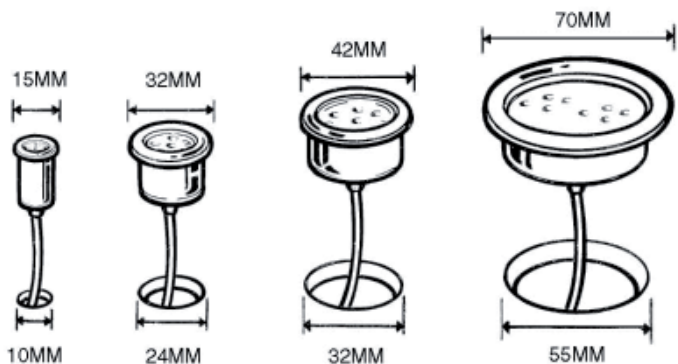

Fig. 2
3. Når du har testet ut plassering skal monteringshullene borres med $\text{\O} 24 \text{ mm}$ (se fig. 2).